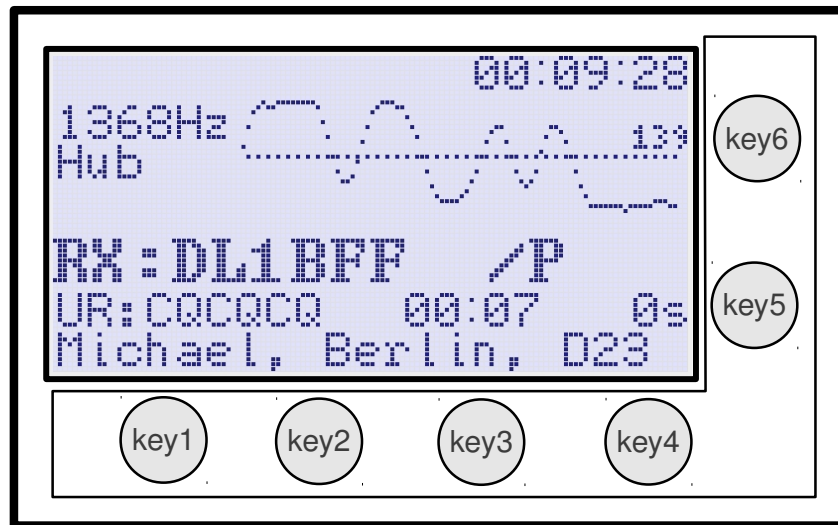

Abbildung 6: Benutzer-Interface von UP4DAR
Wie bereits erwähnt besteht das Benutzer-Interface hardwareseitig aus einem grafischen Display und sechs frei programmierbaren Funktionstasten, s.g. Softkeys. Vier Softkeys befinden sich unterhalb und zwei rechts vom Display wie auf der Abbildung 6 zu sehen ist.
Diese Bildschirmseite ist wohl die Hauptseite beim D-STAR Betrieb. Das Aussehen dieser Seite ist ebenfalls in der Abbildung 6 zu sehen. Die Taste „key1“ hat hier die PTT-Funktion (Sendeaktivierung). Die einmalige Betätigung der Taste „key2“ ermöglicht die MUTE- Funktion, die eine Ausschaltung des eingebauten NF-Verstärkers bewirkt. Dabei erscheint die Aufschrift **MUTE** im Display, die beim Empfang von D-STAR Signalen (und ausgeschaltetem NF-Verstärker) zu blinken beginnt. Diese MUTE-Funktion wird entweder nach wiederholter Betätigung der Taste „key2“ oder nach 60 Sekunden automatisch (die Aufschrift MUTE verschwindet dabei) wieder deaktiviert. Dabei wird der 60-Sekunden-Timer wieder von vorne gestartet, sobald ein neuer empfangener Durchgang zu Ende geht. Diese Funktion ist sehr nützlich, wenn zB während eines QSOs plötzlich das Telefon klingelt.